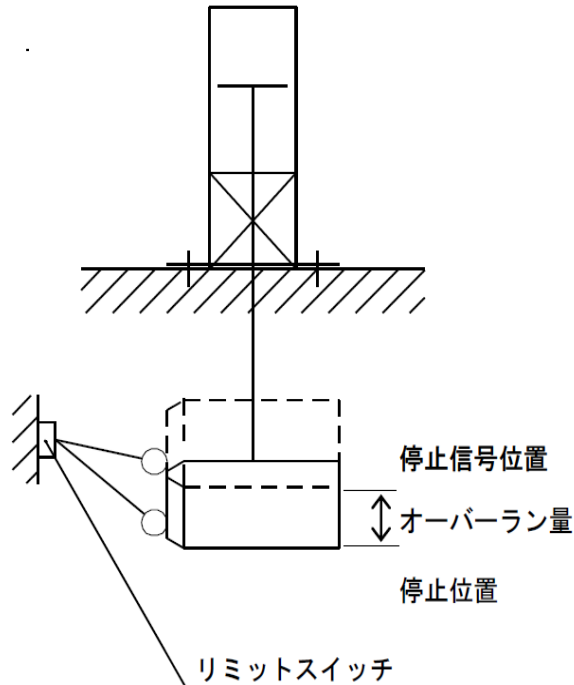

図5. 中間停止時のオーバーラン量
- 弊社標準のオートスイッチの場合は、動作範囲が8~14mm(スイッチ型式, シリンダ内径により異なる)です。これを超えるオーバーラン量の時は、図5に示すようにシリンダ外部に信号出力の自己保持機能を持っている近接スイッチあるいはリミットスイッチなどを設置し、オーバーラン量に対して調整をお願いします。
② オーバーラン量を少なくする、より停止精度を向上させるためには、停止信号からロックが働いて停止するまでの時間をできる限り短くしてください。
③ 停止精度はピストン速度の変化に最も影響を受けますのでご注意ください。